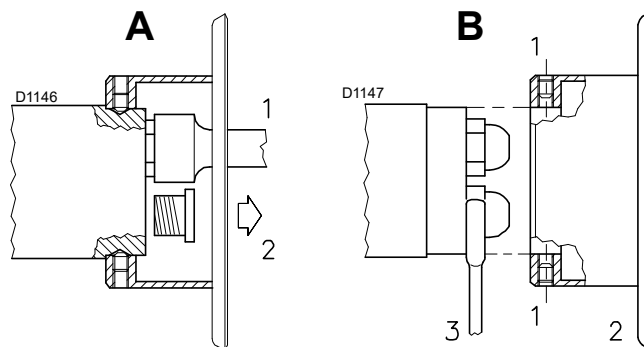

Fig. 16
- Monter les deux gicleurs avec la clé à tube 1)(A Fig. 16) (de 16 mm), après avoir enlevé les bouchons en plastique 2)(A Fig. 16), en passant par l'ouverture centrale du disque de stabilité de flamme ou bien desserrer les vis 1)(B Fig. 16), enlever le disque 2)(B Fig. 16) et remplacer les gicleurs avec la clé 3)(B Fig. 16).